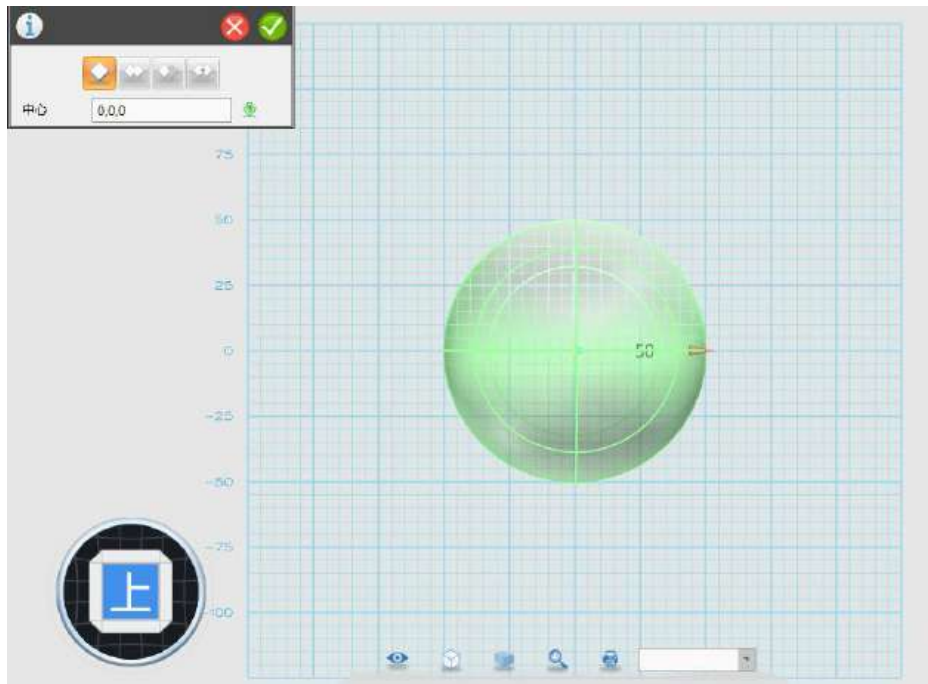

图 1-1
Step 1 首先绘制地球仪的地球部分，选择基本实体  中的球体 ，在中心点画出一个半径为 50MM 球体，如下图 1-1 所示：